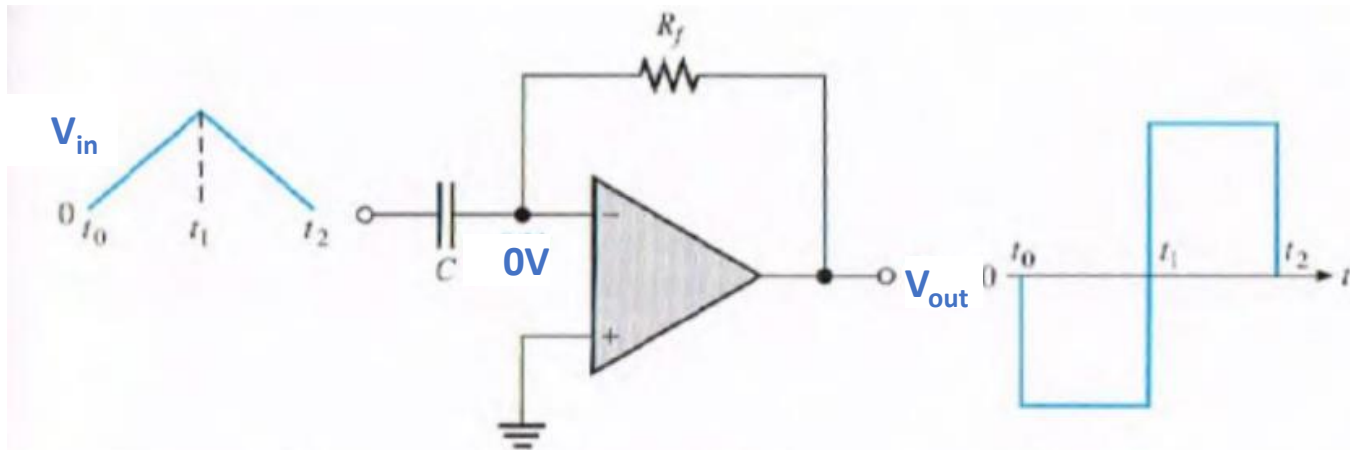

FIGURE 8-31 Output of a differentiator with a series of positive and negative ramps (triangle wave) on the input.
- Fig. 8-31: tijdens de positieve helling van het ingangssignaal laadt de condensator op via dit ingangssignaal met een constante stroom door de terugkoppelweerstand.